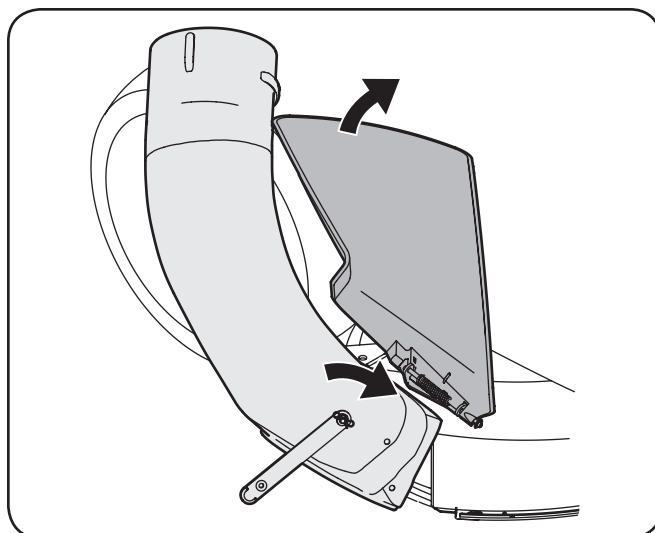

Figure 4-20
11. Avec la goulotte d'éjection du tracteur soulevée et maintenue ouverte, installez le coude de la goulotte sur l'ouverture de la goulotte en plaçant le dessus, le bord arrière du coude de la goulotte sur l'arrière de l'ouverture de la plate-forme, pivotant ensuite le coude de la goulotte vers le bas et au-dessus de l'ouverture de la goulotte. Consultez la Figure 4-20.